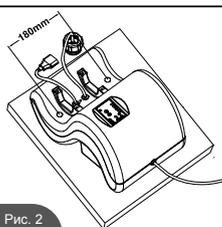

Рис. 2
2. Отверстия для крепления имеют 6,4мм в диаметре и располагаются на расстоянии 180мм друг от друга. Используйте две гайки и два болта диаметром не больше 6,4мм. После крепления устройства на основание поставьте обратно электролизер и остальные детали. (См. Рис.2)